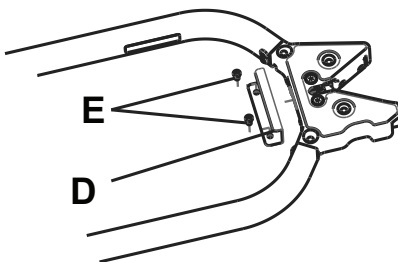

Figura 11 – Placa de fixação
1. Utilizando uma chave Allen M6, instale a placa de fixação fornecida (610000010015) (D) e dois parafusos Allen M6 (E) (não incluídos) diretamente por detrás da lingueta do sistema de fixação de maca (Figura 11).